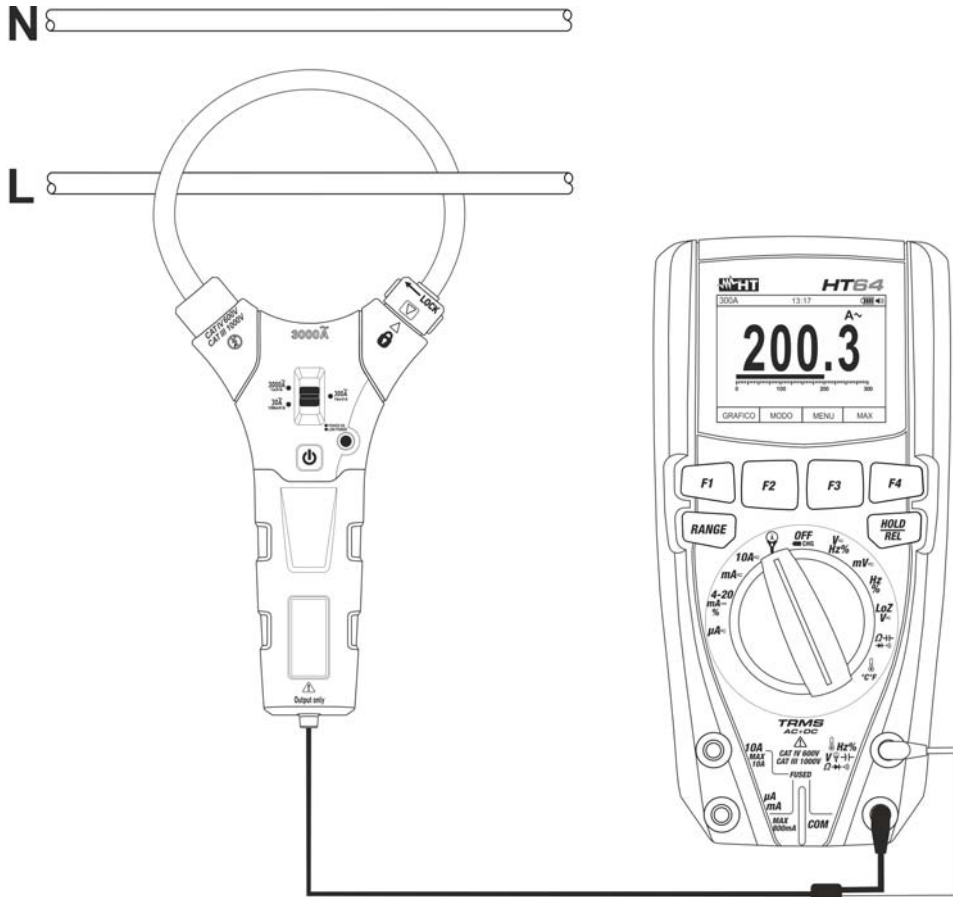

Fig. 32: Uso del instrumento para la medida de corriente CA/CC con transductor de pinza
5. Inserte el cable en el interior del maxilar (ver Fig. 32). El valor de la corriente es mostrada sobre el visualizador